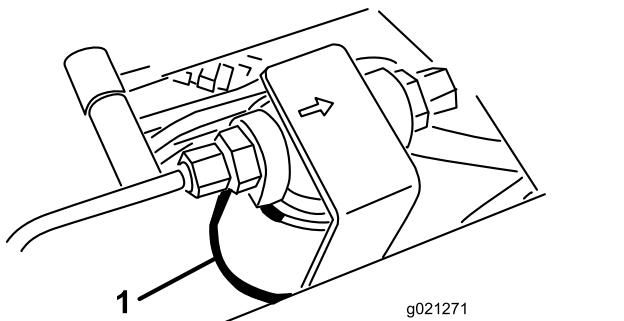
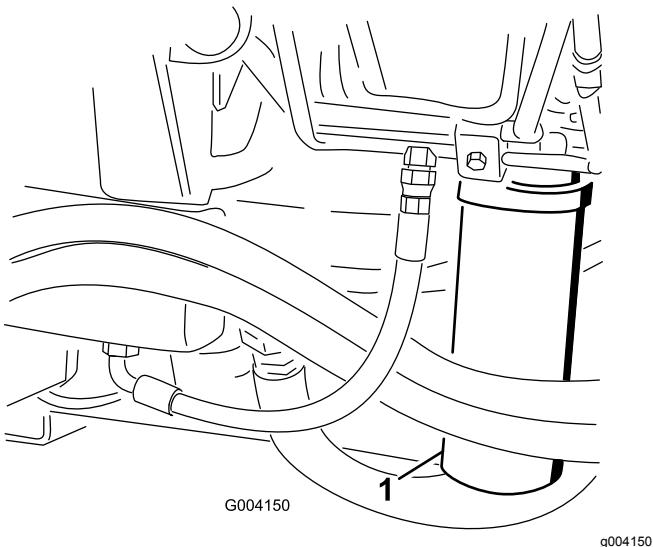

Figure 88
Figure 89
2. Nettoyez la surface autour de la zone de montage du filtre et placez un bac de vidange sous le filtre (Figure 88) et (Figure 89).